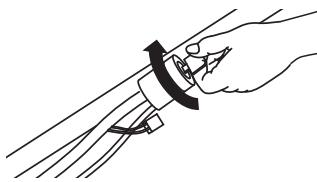
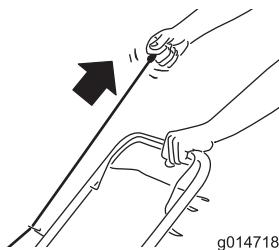

Figure 15
Figure 16
- Tournez la clé de contact (modèles à démarrage électrique uniquement; voir Figure 15) ou tirez la poignée du lanceur (Figure 16).